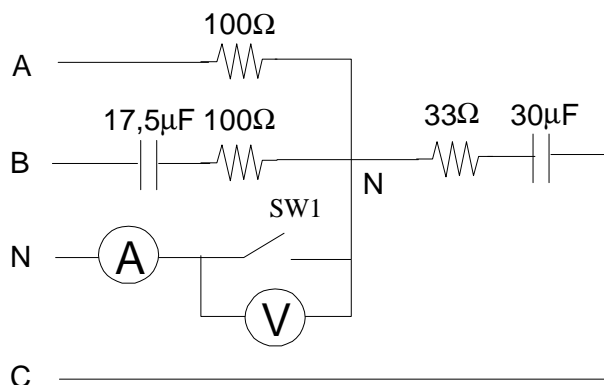

Figura 7.3
7. Para el circuito de la figura 7.3, con SW1 cerrado calcule las corrientes por las fases y por el neutro, también calcule la potencia activa y reactiva por fase. Haga los mismos
Armar el circuito de la figura 7.3, conecte el neutro (cerrando el interruptor SW1) y mida Von e Ion. Mida las corrientes y potencias activas por fase. Desconecte el interruptor S y repita las mediciones anteriores. Compare con los valores teóricos. En base a las medidas dibuje el diagrama fasorial con y sin neutro. Concluya. Explique qué sucede si las capacitancias tienden a infinito.